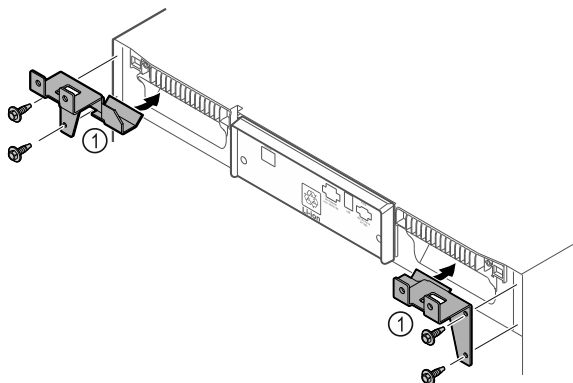

Fig. 12
- ▶ Montoni në pajisje pjesët mbajtëse Fig. 12 (1) me vidat vetëfiletuese.